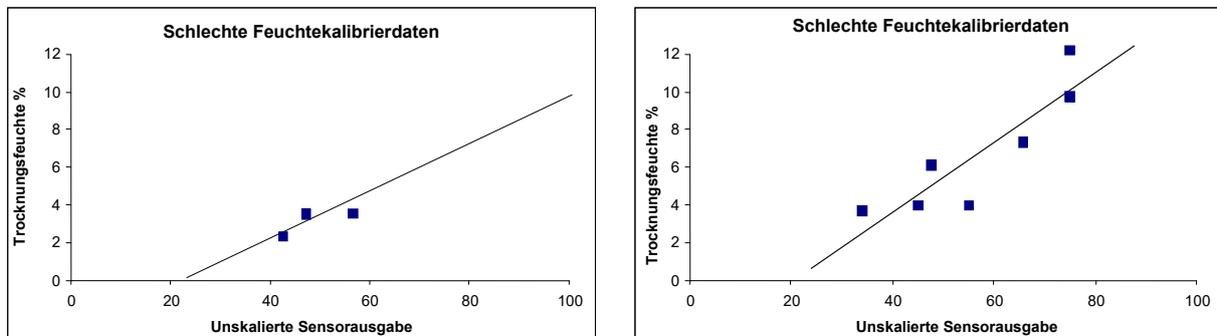

Abbildung 19: Beispiele für mangelhafte Kalibrierpunkte
- Es werden Proben mit ähnlichem Feuchtegehalt genommen (Abbildung 19, links). Es muss ein möglichst großer Feuchtebereich gegeben sein.
- Große Streuung der Messwerte, wie im folgenden Diagramm Abbildung 19 (rechts) dargestellt. Dies deutet gewöhnlich auf eine unzuverlässige bzw. uneinheitliche Probenahme („Austrocknung“) oder auf eine mangelhafte Sensorplatzierung mit unzureichendem Materialfluss hin.